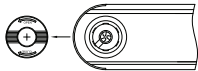

Abb. 1
- Schrauben Sie den Batteriefachdeckel gegen den Uhrzeigersinn ab (Abb.1).